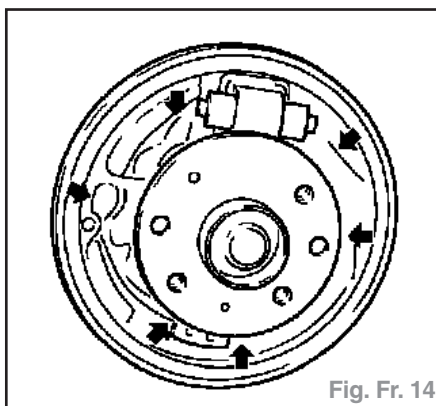

Fig. Fr. 14
- Nettoyer le plateau et le tambour, enduire des deux cotés (flèches) de pâte anti-grinçage (Fig. Fr. 14).